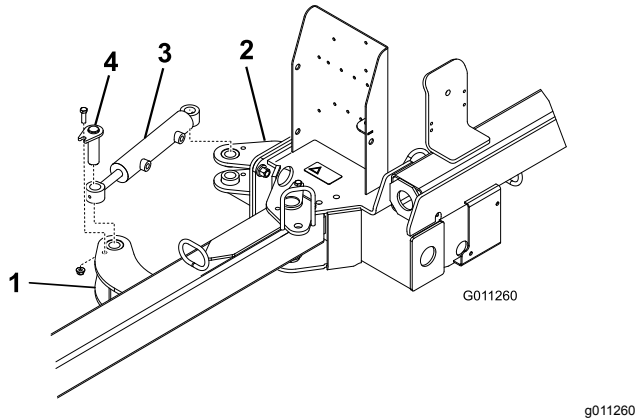

Figure 6
- Fixez chaque extrémité du vérin hydraulique à une patte de commande à l'aide d'une goupille, d'un boulon (3/8" x 1¼") et d'un écrou à embase (3/8") (Figure 6).